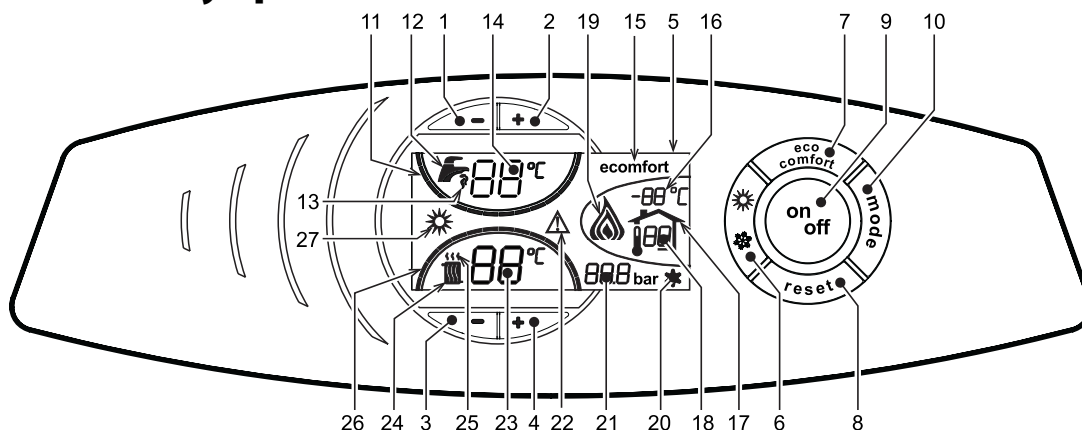
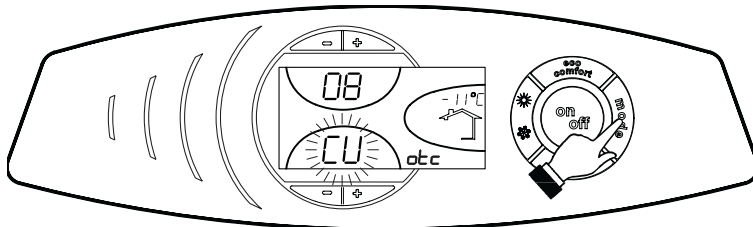

рис. 1 - Панель управления
рис. 11 - Кривая компенсации
О поступлении команды на включение отопления (от комнатного термостата или от пульта ДУ) предупреждает мигание индикатора теплого воздуха, над радиатором (поз. 25 - рис. 1).
Индексные метки с подсветкой системы отопления (поз. 26 - рис. 1) зажигаются по мере приближения измеряемой датчиком температуры к заданному значению.
1. О поступлении команды включения котла на нагрев бойлера, генерируемой при остывании воды в бойлере, предупреждает мигание соответствующего индикатора (поз. 13 - рис. 1). **Убедитесь, что функция Comfort включена (поз.15 - рис. 1)**
Индексные метки с подсветкой системы ГВС (поз. 11 - рис. 1) зажигаются по мере приближения измеряемой датчиком температуры к заданному значению.
При включенной системе нагрева воды в бойлере (заводская установка) на дисплее отображается символ режима COMFORT (поз. 15 - рис. 1); наоборот, если система нагрева выключена, на дисплее высвечивается символ режима ECO (поз. 15 - рис. 1)
Бойлер может быть выключен пользователем (режим ECO) путем нажатия кнопки  (поз. 7 - рис. 1).
Для включения режима COMFORT снова нажмите клавишу  (поз. 7 - рис. 1).
Символ пламени на дисплее (поз.19 - рис. 1) моргает.
Нажмите клавишу  (поз. 9 - рис. 1) в течение 1 секунды.
Для повторного включения котла вновь нажмите клавишу  (поз. 9 рис. 1) в течение 1 секунды.
- Нажмите кнопку ВКЛ/ВЫКЛ (поз.9 - рис. 1)
Нажмите клавишу  (поз. 6 - рис. 1) в течение 1 секунды.
На дисплее высвечивается символ «Лето» (поз. 27 - рис. 1). При этом котел будет работать только на контур ГВС. Система защиты от замерзания остается активной.
Для переключения в режим «Зима» вновь нажмите клавишу  (дет. 6 - рис. 1) в течение 1 секунды.
Температура в системе отопления регулируется в пределах от 30 °C до 90 °C с помощью клавиш  (поз. 3 и 4 рис. 1); однако, не рекомендуется эксплуатировать котел при температуре ниже 45 °C.
Температура воды в бойлере ГВС регулируется в пределах от 10°C до 65°C с помощью клавиш  (поз. 1 и 2 - рис. 1).
При наличии датчика уличной температуры (опция) на дисплее панели управления (поз. 5 - рис. 1) отображается измеряемая этим датчиком температура. При этом система управления котлом работает в погодозависимом режиме. В этом режиме температура воды, подаваемой в систему отопления, регулируется в зависимости от уличной температуры с тем, чтобы обеспечить максимальный комфорт и экономию энергетических ресурсов в течение всего отопительного сезона. Так, при повышении уличной температуры понижается температура подачи воды в систему отопления, что производится по установленной «кривой компенсации».
С переключением в погодозависимый режим величина температуры, устанавливаемой клавишами  (поз. 3 и 4 - рис. 1) соответствует максимальной температуре подачи воды в систему отопления. Рекомендуется устанавливать максимальное значение заданной температуры с тем, чтобы позволить системе регулировать изменение температуры во всем диапазоне значений.
При однократном нажатии кнопки  (поз. 10 - рис. 1) на дисплей выводится текущая компенсационная характеристика (рис. 11), которую можно изменить с помощью кнопок задания температуры воды ГВС  (поз. 1 и 2 - рис. 1). Измените конфигурацию кривой в пределах от 1 до 10 в зависимости от характеристики (рис. 13). При задании значения 0 функция регулировки в режиме плавающей температуры исключается.
При одновременном нажатии кнопок регулировки температуры отопления  (поз. 3 и 4 - рис. 1) открывается доступ к параллельному смещению характеристик (рис. 14), с помощью кнопок регулировки температуры в контуре ГВС  (поз. 1 и 2 - рис. 1).